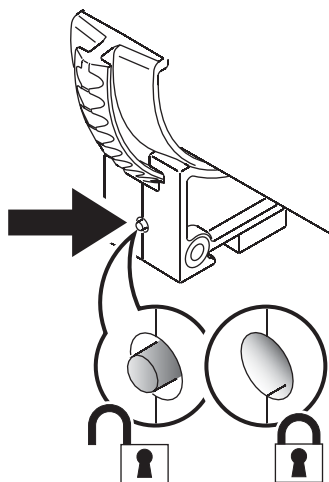

Figura 7: Indicador de bloqueo de Tilt
4. Comprobar que el bloqueo se ha realizado correctamente en todos los soportes de todas las luminarias. Observar la Figura 7. El pequeño botón situado en el soporte de montaje y en el lado contrario del tornillo de bloqueo del mecanismo de inclinación nos ofrecerá información de si está aplicado el bloqueo o no.